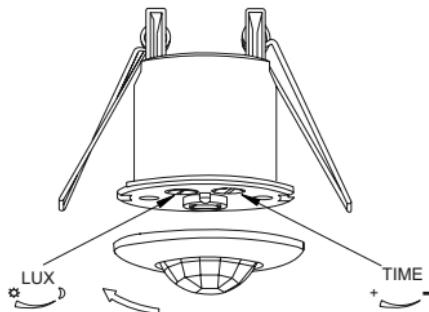

Рисунок 13 – Датчик движения ДД 301
– повернуть против часовой стрелки крышку с линзой датчика. Снять крышку (рисунок 13);